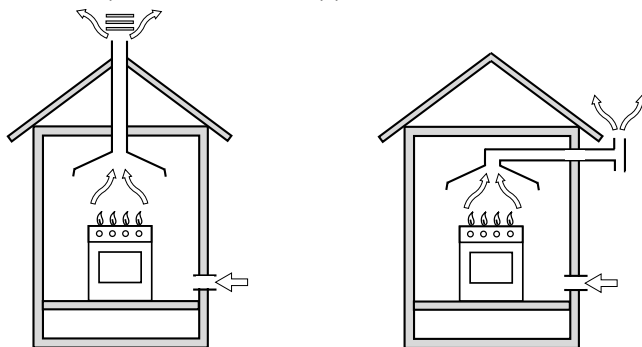

fig.1
- L'apparecchio deve scaricare i prodotti della combustione in una apposita cappa, che deve essere collegata ad un camino, canna fumaria o direttamente all'esterno (fig. 1).